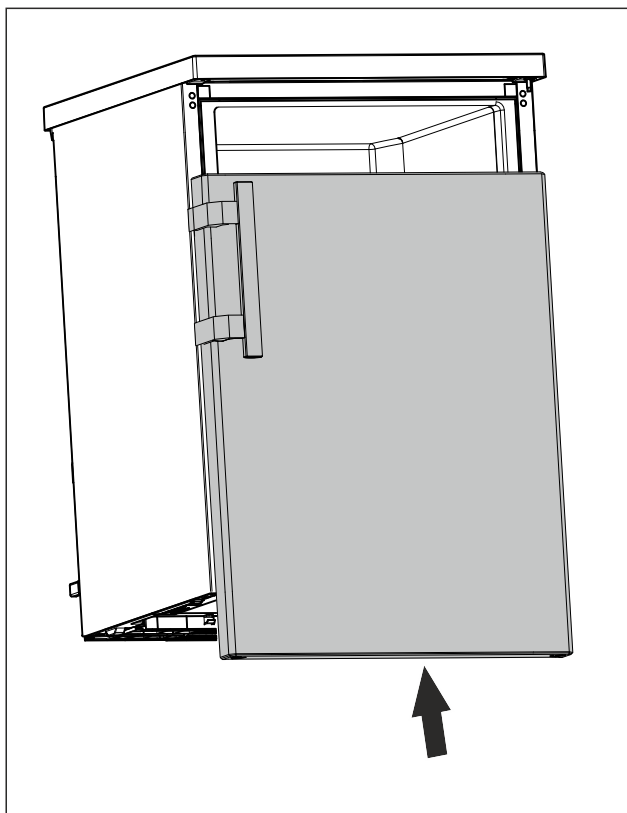

Fig. 20
- ▶ Nasuňte dvere v zatvorenom stave na horný čap. (pozri Fig. 20)